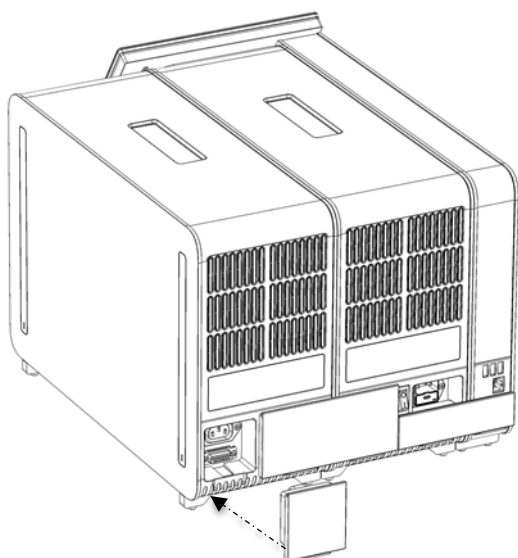

図 19.ターミネーションブリッジを接続。
7. 解析モジュールの背面にターミネーションブリッジを接続します (図 19)。